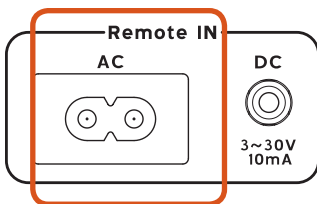

Figure 2a
- Branchez l'extrémité C8 (Fig. 8 - femelle) du câble de commande CA à distance inclus dans la prise « Remote AC IN » (entrée CA à distance) située à l'arrière de la console d'alimentation. (Fig. 2a)